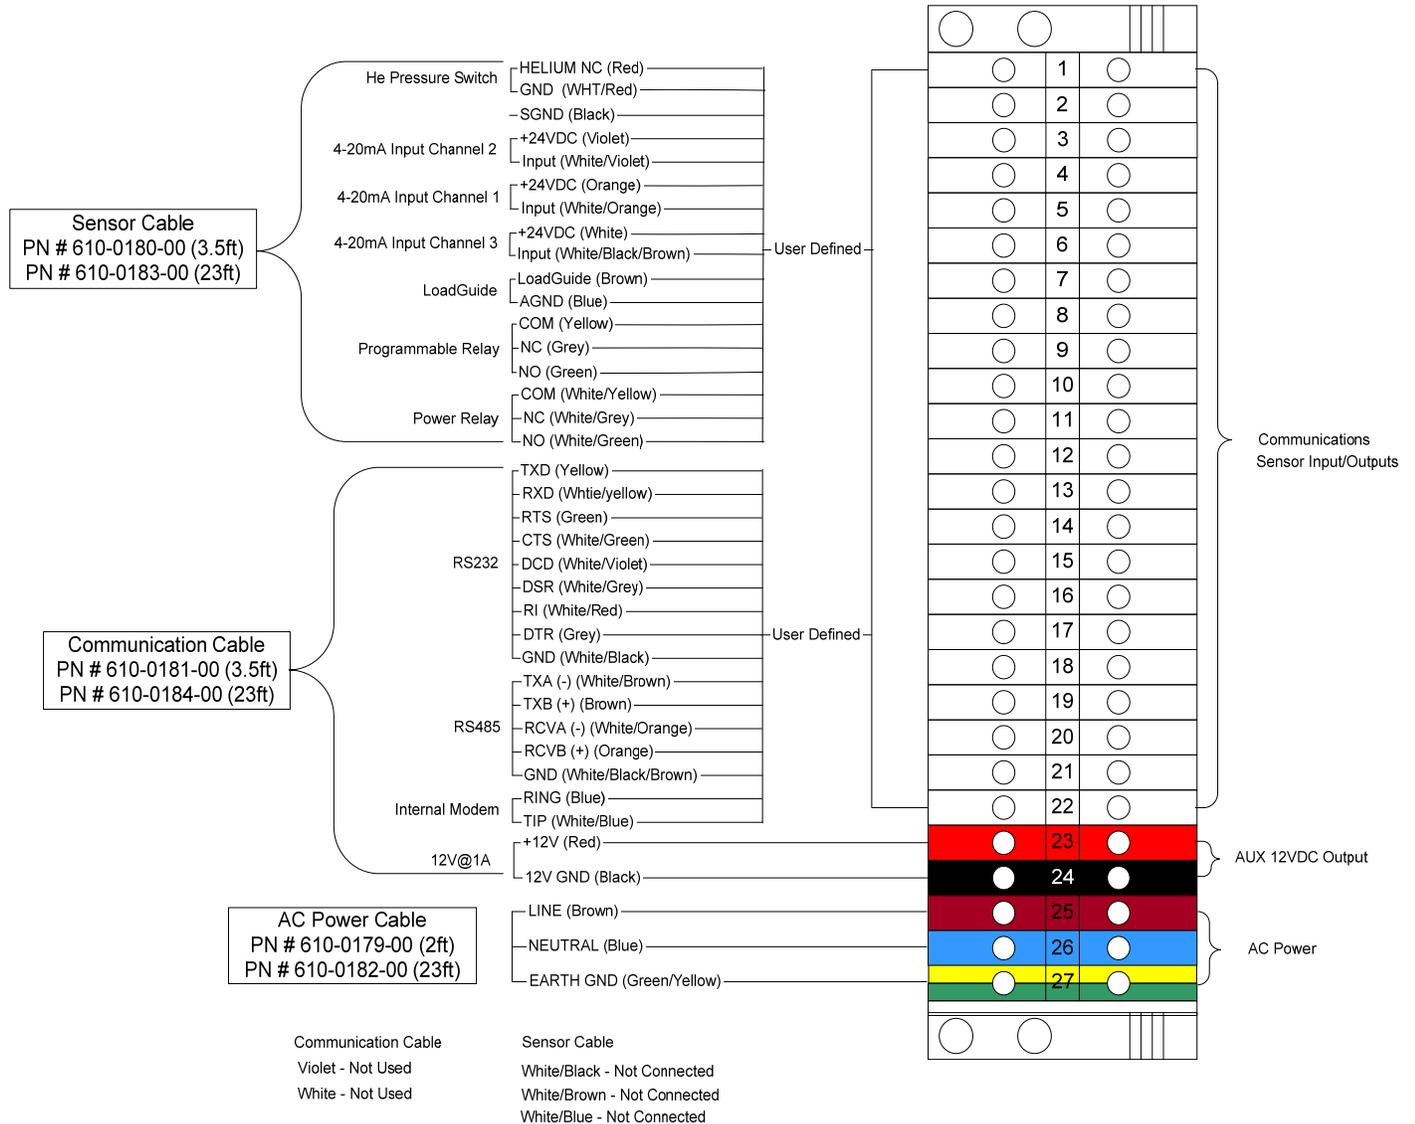

Figure 12 : Schéma terminaison câblage
Le package du moniteur standard comprend (3) câbles utilisés en conjonction avec la boîte de jonction Serveron. Si des câbles plus longs sont nécessaires, des câbles de 23 pieds sont disponibles en option en utilisant Serveron PN 900-0063-XX. Les câbles terminent généralement à la borne de raccordement de la boîte de jonction qui est incluse dans le package standard du moniteur ou à l'armoire de commande du transformateur. Si la boîte de jonction n'a pas été achetée, une borne de raccordement sera nécessaire pour la terminaison des câbles. Une borne de raccordement de position 27 est recommandée pour la flexibilité des connexions de câblage. Selon les raccordements utilisés, une borne de raccordement plus grande peut être nécessaire. Voir figure 12 pour le schéma de terminaison de câblage.